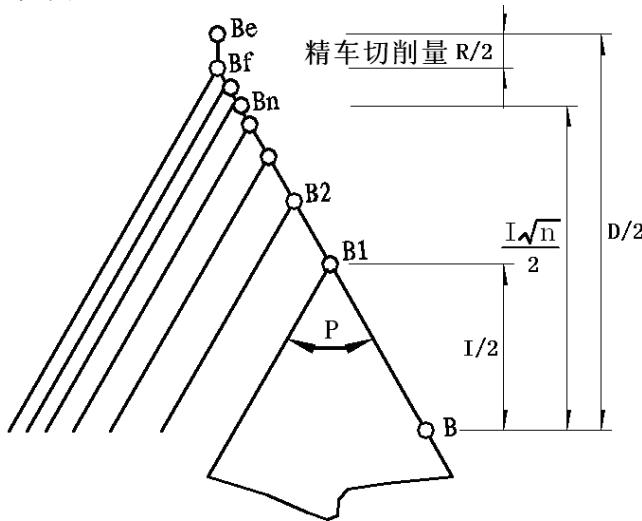

图 4-16-18
切入方法的详细情况见图 4-16-18：
- 1) 用 G76 螺纹循环切削指令组，可以通过多次螺纹粗车、螺纹精车完成规定牙高（总切深）的螺纹加工，如果指令①定义的螺纹角度不为  $0^\circ$ ，螺纹粗车的切入点由螺纹牙顶逐步移至螺纹牙底，使得相邻两牙螺纹的夹角为规定的螺纹角度。
- 4) 如果 G76 指令①定义的螺纹角度不为  $0^\circ$  时，G76 指令②与 G92 不一样的是：G76 指令②的每一次螺纹循环从起点到切入点过程中，X 轴和 Z 轴先同时移动，螺纹轴到达切入点，然后非螺纹轴单轴移动到切入点；其它切削轨迹与 G92 一样，具体见图 4-16-18。